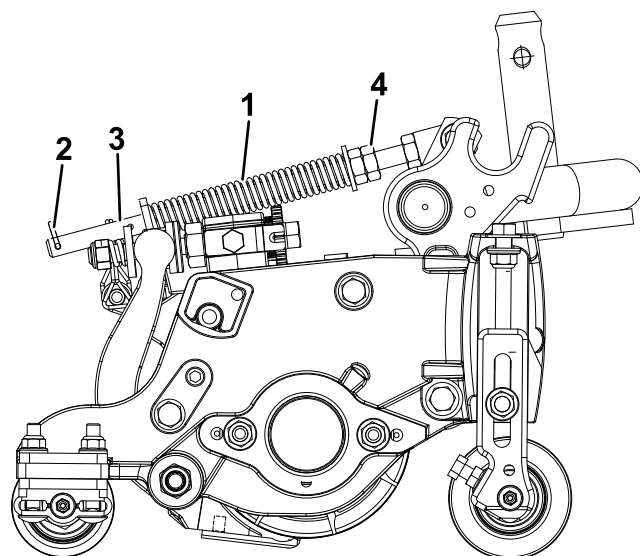

图 12
2. 拧紧弹簧杆前端的六角螺母直至压缩后的弹簧长度为 127mm (图 12)。
草坪补偿弹簧 图 12 可将重量从前滚筒转移至后滚筒。这有助于减少草坪的波动图形也称为波浪形或摆动形。
1. 确保发卡销安装在弹簧杆的后孔内 图 12。